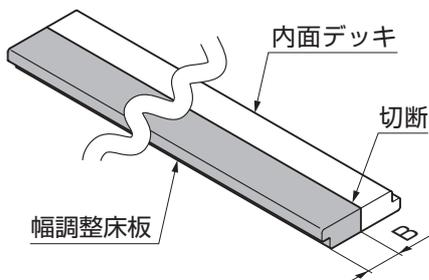
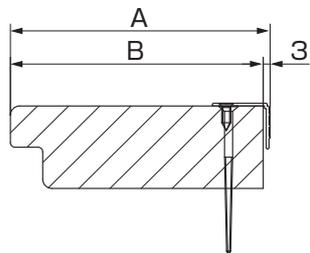

図1-11
図1-12
① 図1-11、図1-12、表1-2を参照して、両端に取付けるデッキを幅調整床板に加工してください。